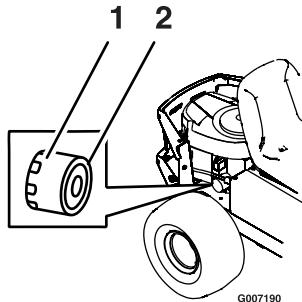

Figura 28
8. Retire el filtro usado y límpie con un paño la superficie de montaje (Figura 28).